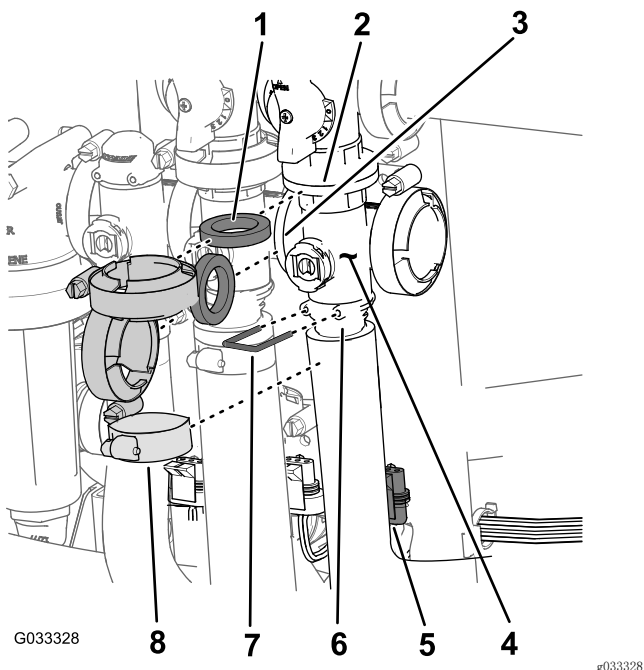

图66
1. 拆下将主喷洒臂阀歧管（图66）固定至主喷洒臂旁通阀、搅拌阀和主喷洒臂歧管阀（在流量计的软管末端）的夹具和垫片。
2. 拆下将出口接头固定至主喷洒臂阀歧管的卡环（图66）。